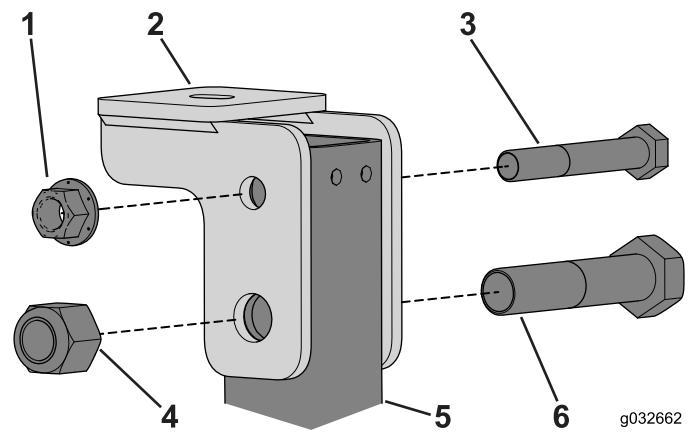

Figura 71
2. Utilice los pernos ($\frac{1}{2}$ " x $3\frac{1}{4}$ " y $\frac{3}{4}$ " x $3\frac{1}{2}$ ") para instalar provisionalmente el soporte de montaje de la cabina en cada lado del tubo del ROPS (Figura 71).
6. Apriete los pernos y las tuercas que sujetan los soportes de montaje de la cabina a los postes del ROPS (Figura 71).